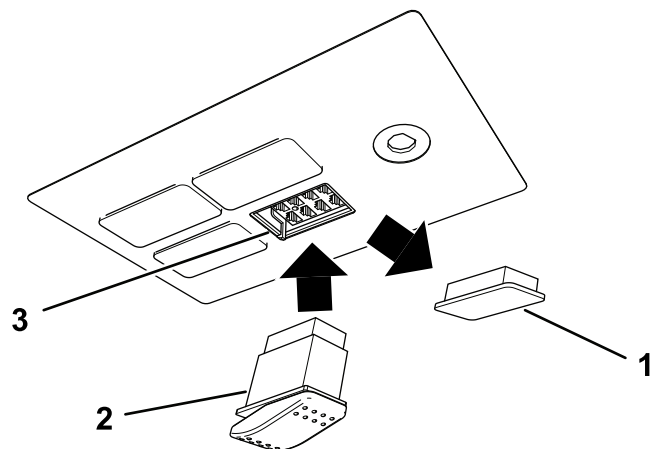

Figur 10
7. Koble konnektoren på ledningssatsen for signalgiveren til konnektoren på ledningssatsen for bryterpanelet (Figur 10).
8. Før ledningssatsen for signalgiveren som vist i Figur 10, og fest den med fire kabelfester.